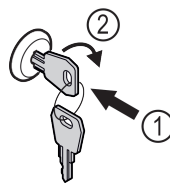

Fig. 95 Beispielhafte Darstellung
- ▶ Schlüssel hineindrücken Fig. 95 (1).
- ▶ Schlüssel um 90° im Uhrzeigersinn drehen Fig. 95 (2).